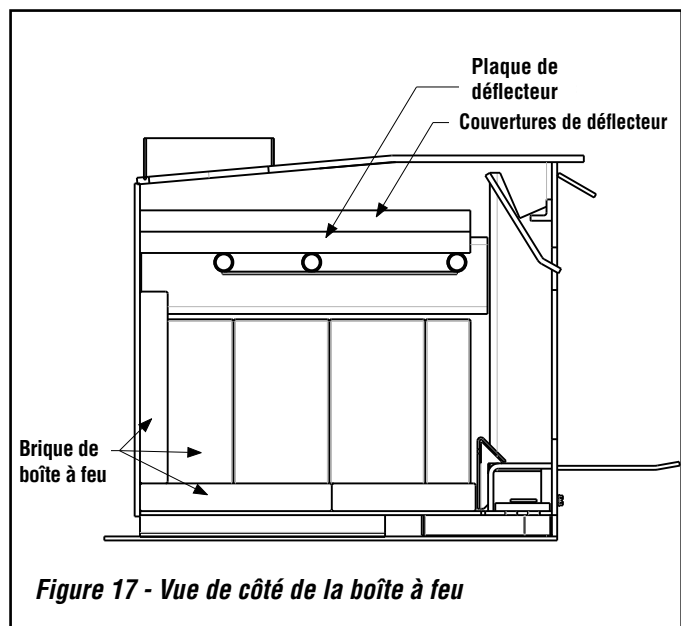

Figure 17 - Vue de côté de la boîte à feu
2. Installer les déflecteurs. Tous les déflecteurs fournis sont de la même taille. Commencer par insérer les déflecteurs en travers entre les tubes avant et central, puis faire pivoter les pièces de manière à ce que le côté long aille de l'arrière à l'avant de l'unité. Faire ensuite glisser les pièces individuellement de gauche à droite jusqu'à ce que toutes les pièces soient insérées entre les côtés gauche et droit de la boîte à feu, au ras des tubes, en veillant à ce qu'il n'y ait pas d'espace à l'arrière de la boîte à feu (voir **figure 17**).
3. Deux couvertures de déflecteur sont aussi fournies avec l'unité (voir **figure 17**). Installer chaque couverture au-dessus du déflecteur, avec le long côté allant de l'avant vers l'arrière de l'unité. S'assurer que les couvertures de déflecteur vont bien jusqu'au fond de l'unité.